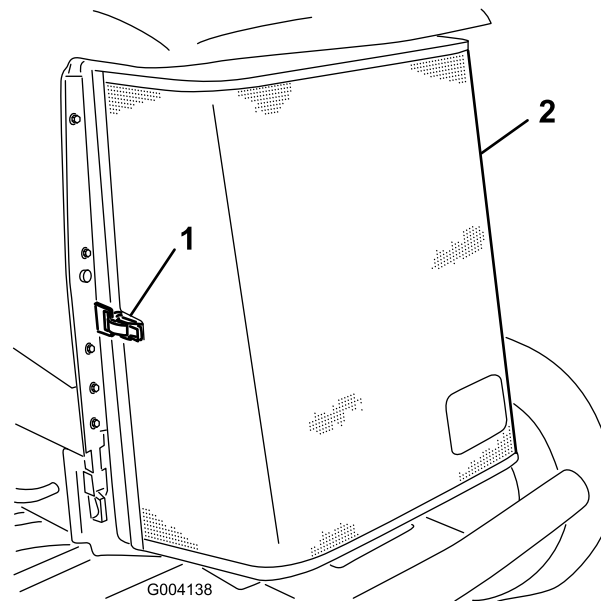

Figura 57
3. Sbloccate il morsetto e aprite la griglia posteriore (Figura 57).